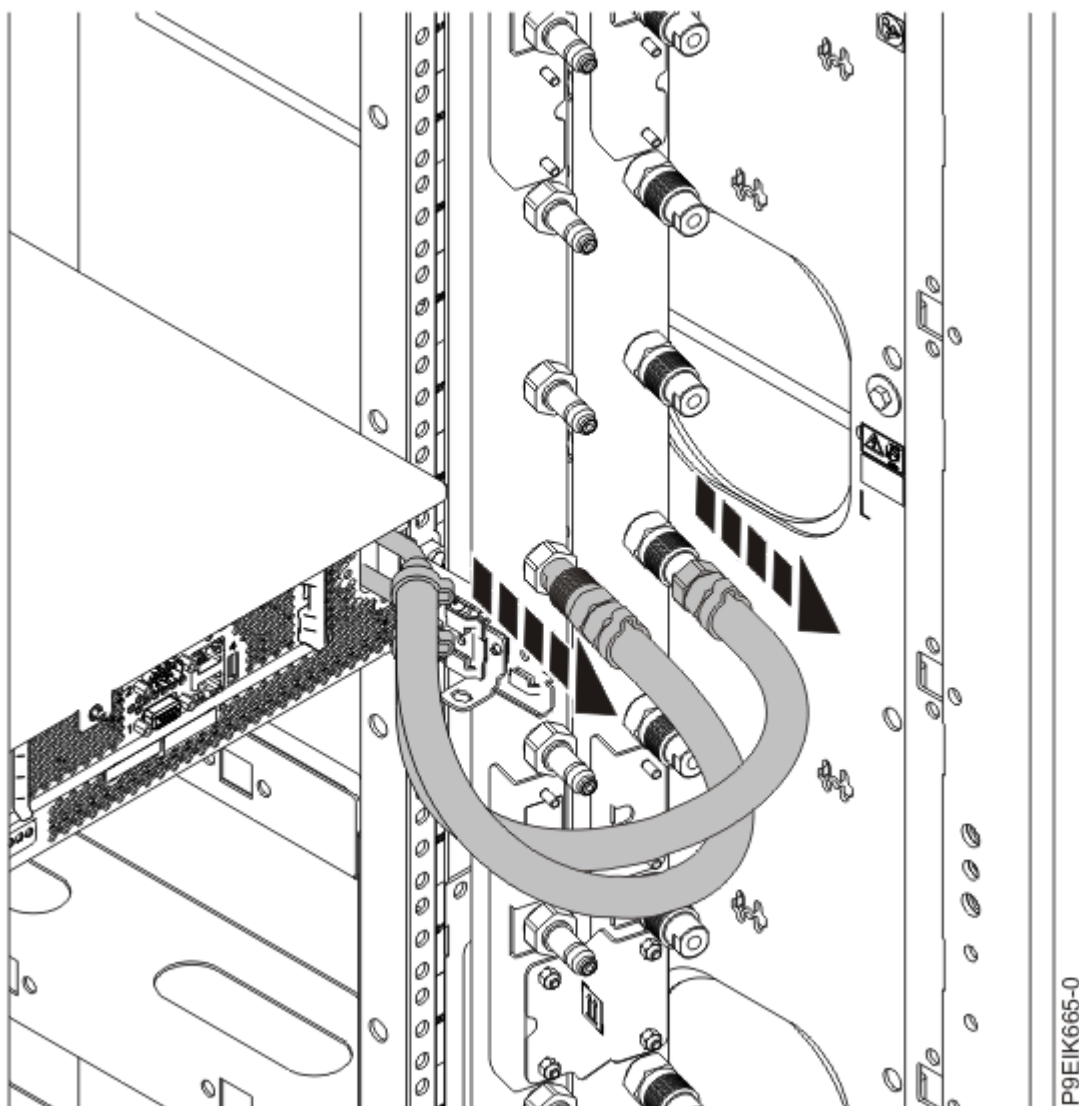

図 120. 冷却水ホースの切り離し
2. 水冷システムの場合、マニフォールドの位置で冷却水ホースにラベルを付け、ホースを切り離します。連結部を手前に引いて、冷却水ホースを切り離してください (153 ページの図 120 を参照)。